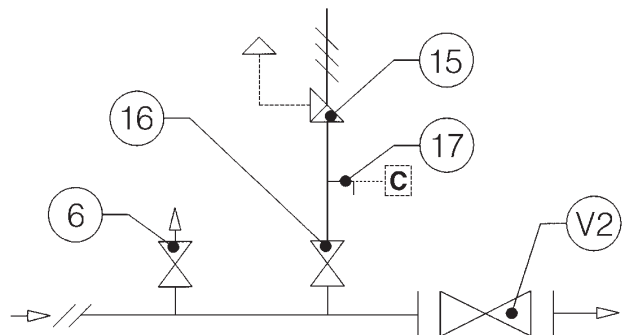

Fig. 6
3.1.2 INSTALLAZIONE CON VALVOLA DI INTERCETTAZIONE (Fig. 6)